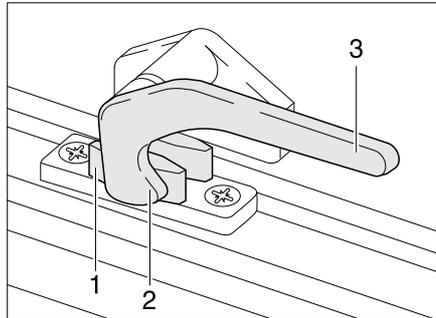

Bild 56 Verriegelungshebel in Stellung "geschlossen"
- Den Verriegelungshebel (Bild 56,3) eine viertel Umdrehung zur Fenstermitte hin drehen.
- Den Verriegelungshebel (Bild 56,3) eine viertel Umdrehung zum Fensterahmen hin drehen. Die Verriegelungsnase (Bild 56,2) liegt auf der Innenseite der Fensterverriegelung (Bild 56,1).
- in Stellung "fest verschlossen" (Bild 56)